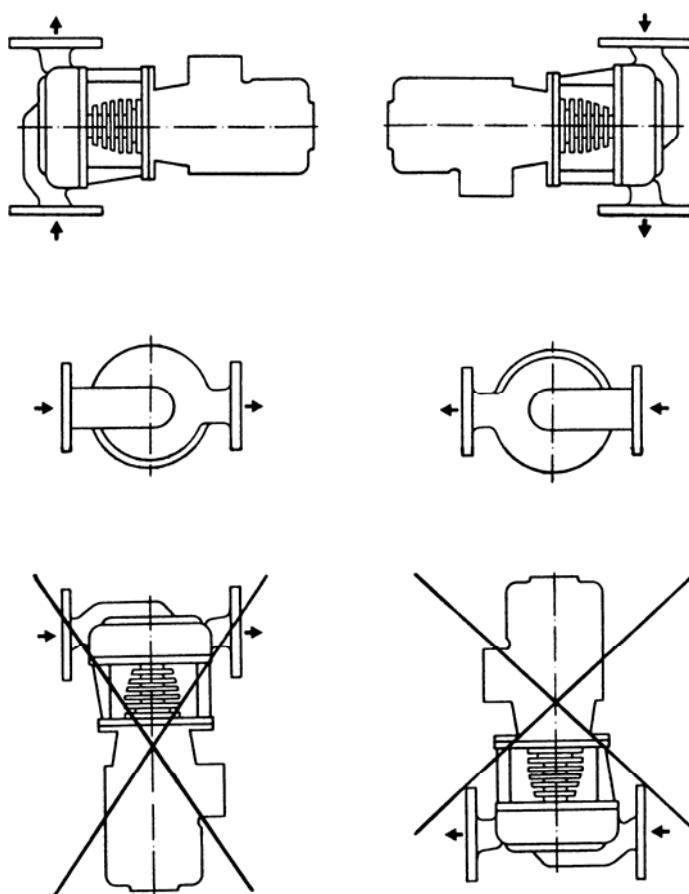

Рис. 2
- Допустимо любое положение при монтаже за исключением «мотором вверх» и «мотором вниз» (Положения при монтаже:смотрите рисунок 2).